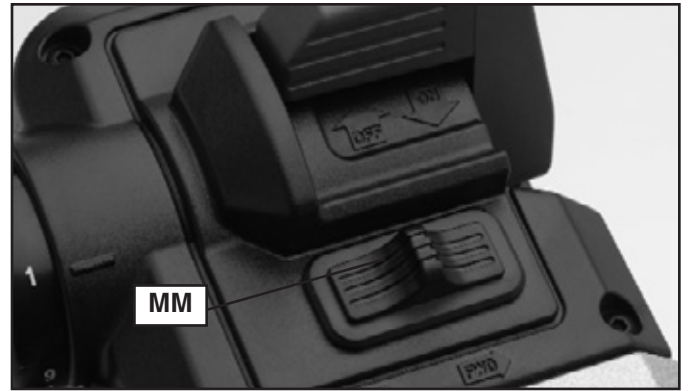

Fig. 28
2. Deslice el interruptor (MM) Fig. 28 a la posición "FWD" (avance) o "REV" (reversa), según la rotación que desee obtener.